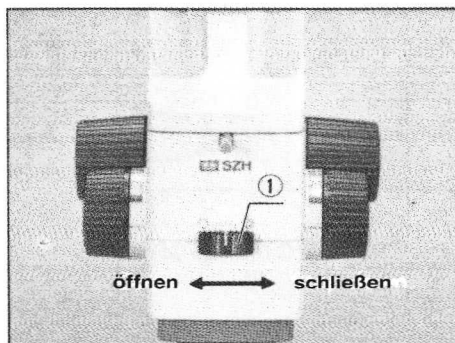

Abb. 15
Hierdurch wird die Tiefenschärfe der Optik ausgenutzt (Abb. 15)
- 1) Verstellen Sie den Schieber (15) wie in Abb. 15 gezeigt ist.